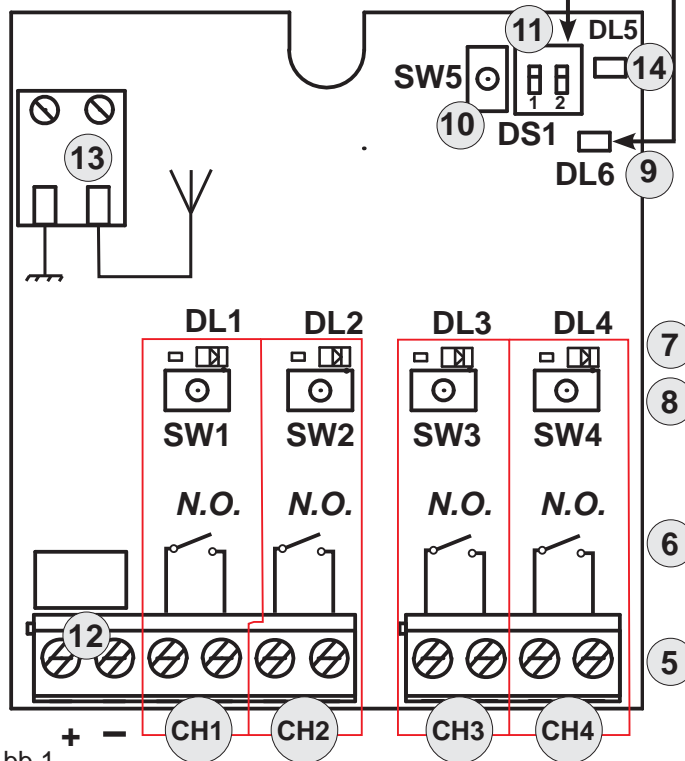

Abb.1
- 4) Die Taste auf dem Empfänger (Abb. 1 Bez. ⑧) für den Kanal, der mit der Funksteuerung kombiniert werden soll, 1 Sekunde lang drücken.
- 5) Die entsprechende LED am Empfänger (Abb. 1 Bez. ⑦) beginnt 5 Sekunden lang langsam zu blinken.
- 7) Die LED auf der Karte (Abb. 1 Bez. ⑦) leuchtet mit Dauerlicht 1 Sekunde lang auf und erlischt dann als Zeichen für die erfolgte Einspeicherung.
- 1) Die Taste auf dem Empfänger (Abb. 1 Bez. ⑧) für den Kanal, der mit der Funksteuerung kombiniert werden soll, 1 Sekunde lang drücken.
- 2) Die entsprechende LED am Empfänger (Abb. 1 Bez. ⑦) beginnt
- 4) Die LED am Empfänger (Abb. 1 Bez. ⑦) leuchtet 1 Sekunde lang mit Dauerlicht auf und erlischt dann als Zeichen für die erfolgte Einspeicherung. Dann blinkt sie weitere 5 Sekunden lang und während dieser Zeit kann eine weitere Funksteuerung eingespeichert werden.